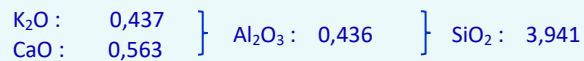

Figura 4. Prueba de esmalte verde de níquel.
Por último, una fórmula muy sencilla basada en un esmalte de Llorens Artigas(5) con la que se obtiene un verde intenso de níquel (figura 4):